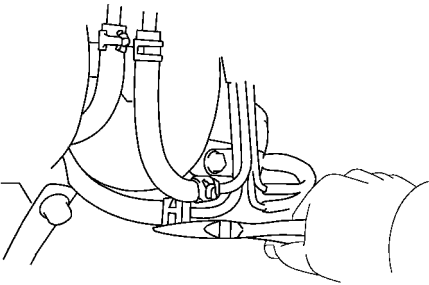

图 2-115 从 2 号冷却水管和 2 号冷却水旁通管脱开两根冷却水软管
- (1) 从节气门段排尽冷却液。
- (2) 从 2 号冷却液管和 2 号冷却液旁通管脱开两根冷却液软管，如图 2-115 所示。
- (3) 脱开节气门位置传感器的接插件。
- (4) 脱开负压软管。
- (5) 脱开节气门钢索 (A/T)